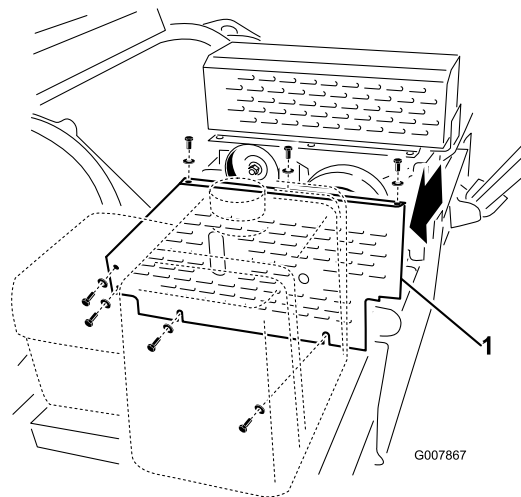

Figura 54
1. Togliete il paracinghia (Figura 54).
2. Allentate il dado sulla puleggia tendicinghia (Figura 54).
- Fate scorrere il tenditore della cinghia tra lo spinotto e la puleggia tendicinghia (Figura 54). Posizionate il raggio nella parte superiore del tenditore sotto lo spinotto mantenendo contemporaneamente il fondo del tenditore sulla puleggia tendicinghia.
- Inserite la chiave torsiometrica da 1/2 pollici nel foro del tenditore della cinghia (Figura 54).
- Ruotate il tenditore in senso antiorario fino a ottenere la coppia di 5,7 Nm, quindi serrate il dado della puleggia tendicinghia mantenendo sempre la coppia (Figura 54).